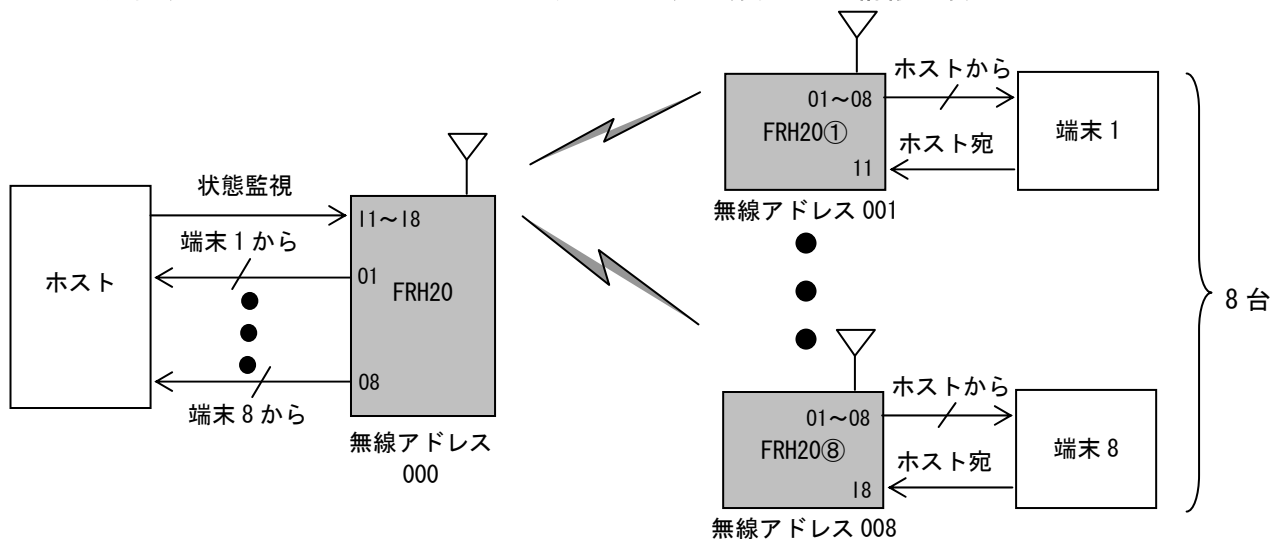

図 5
図 5 はホストからの情報を各端末へ順次通知するし、そのレスポンスをホストが受信する例です。親機はホストからデータが入力されると、その情報をまず子機①に送信し、端末 1 へ出力します。引き続き、親機は FRH20②に送信します。これを順次 FRH20⑧まで繰り返して、送信を完了します。端末は、必要があればデータを返送し、各子機を経由してホストに通知します。